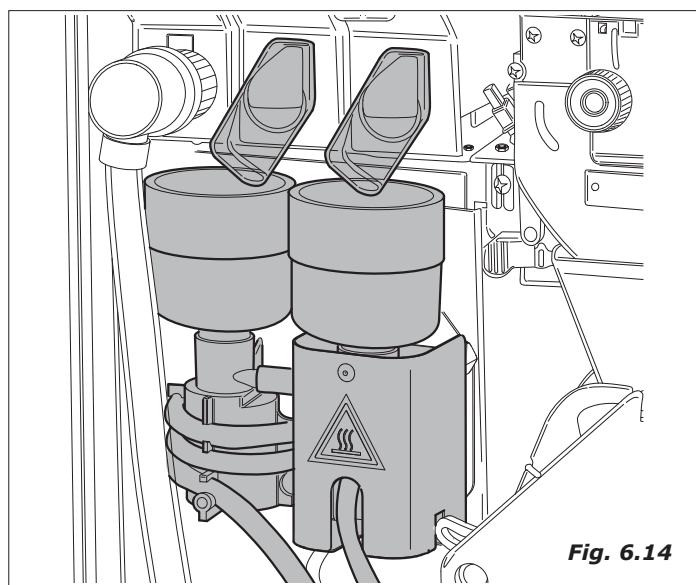

Fig. 6.14
- ces opérations finies, connecter la résistance à la carte de puissance et attendre environ dix minutes afin que la température de service soit atteinte (Fig. 6.14).